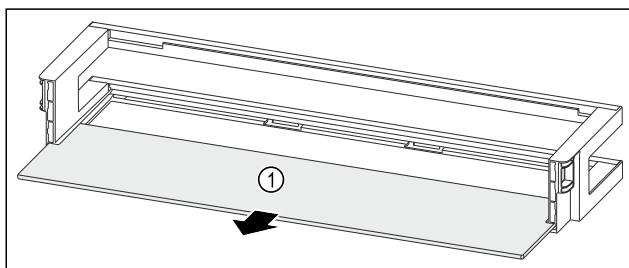

Fig. 221 Türabsteller mit Abstellfläche
- Abstellfläche Fig. 221 (1) entnehmen.